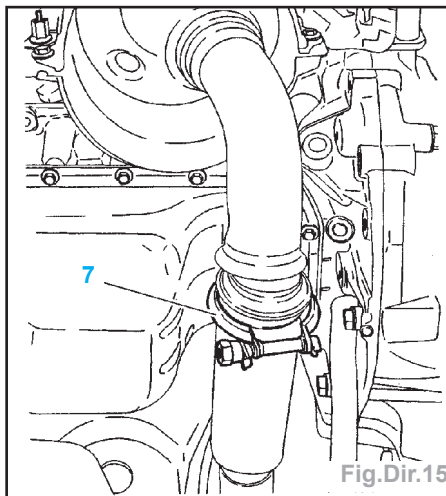

Fig.Dir.15
- Déposer le collier (7) (Fig.Dir.15).